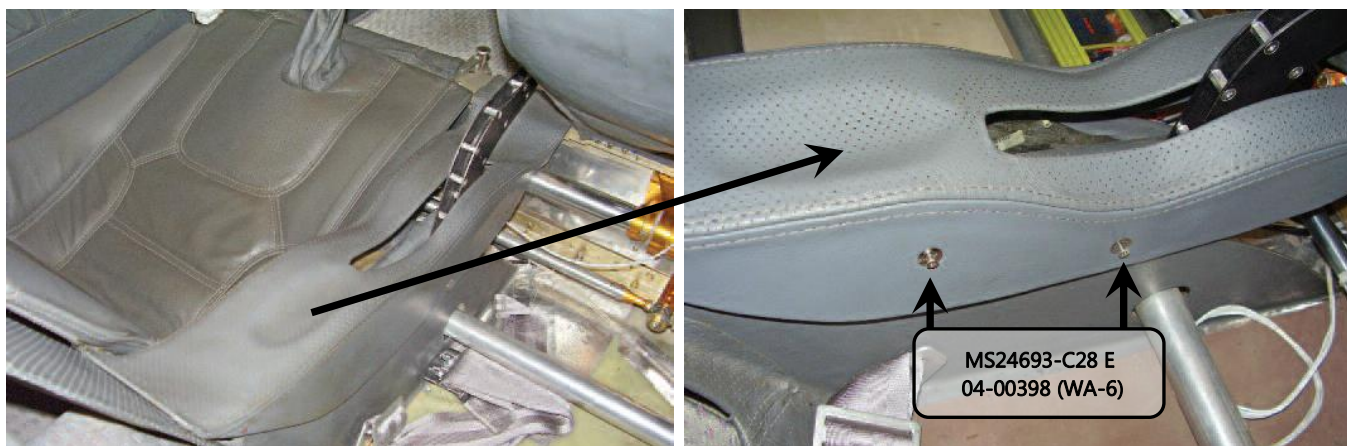

Figura 25.10.22 – Remoção dos parafusos de fixação
2. Desinstalar os parafusos MS24693-C28 e arruelas 04-00398(WA-6) de ambos os lados do console. Ver figura 25.10.22. Utilizar uma chave Philips de 6"x¼";